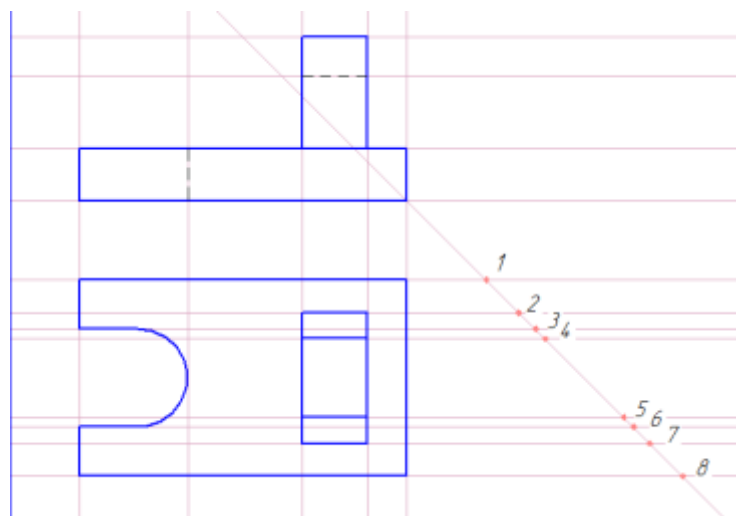

Рис. 19.15
- Через все горизонтальные линии главного вида и вида сверху проведите горизонтальные вспомогательные линии (рис. 19.15).